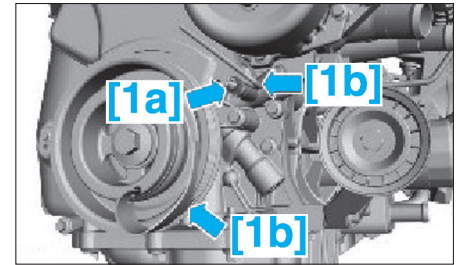

Fig. 5
- Poser l'outil [1b] puis serrer à la main l'écrou de l'outil [1a] (Fig.5).